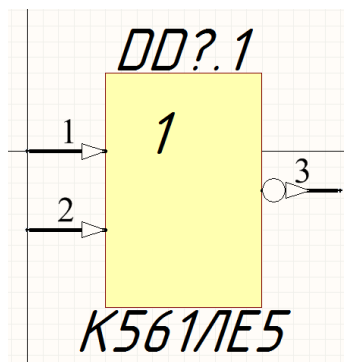

Рис. 2.22
12) Розташуйте назву та опис компоненту так, як зображено на Рис. 2.22.